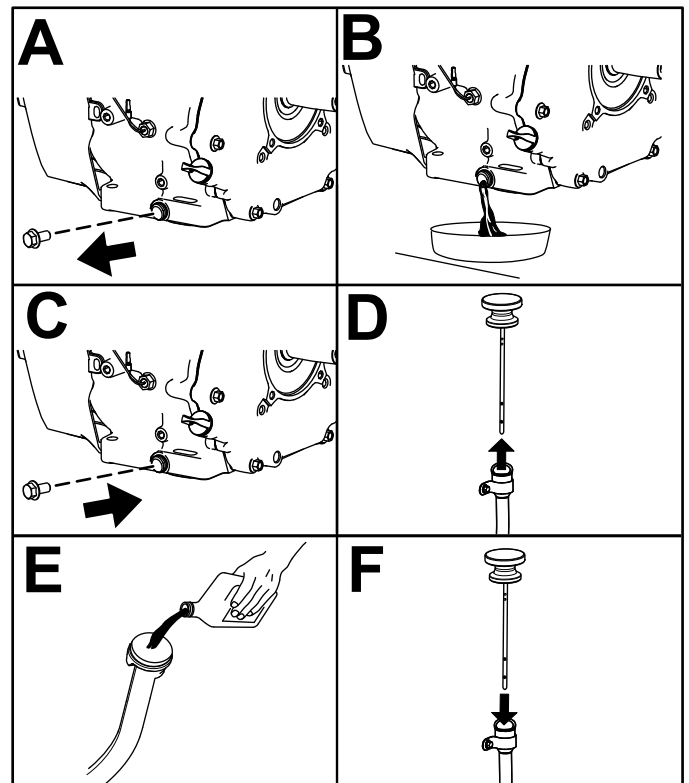

Figure 40
6. Vidangez l'huile moteur, comme montré à la Figure 40.